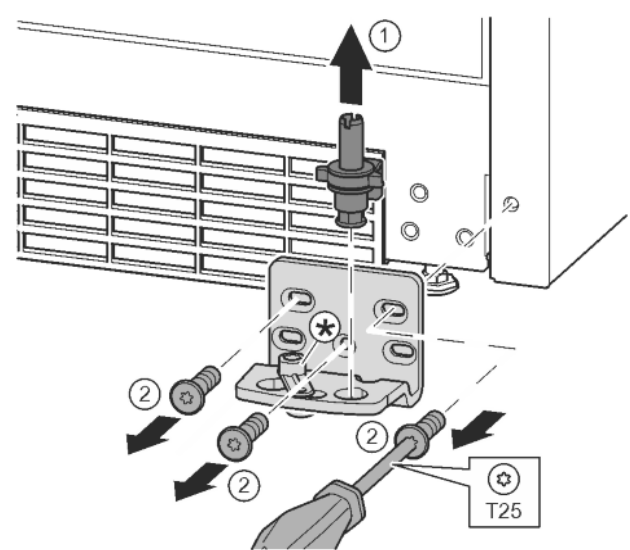

Fig. 15
- Ložiskový čep celý vytáhněte nahoru. Fig. 15 (1)
- Vyšroubování šroubů pomocí šroubováku T25 a sejmutí stojanu ložiska Fig. 15 (2)